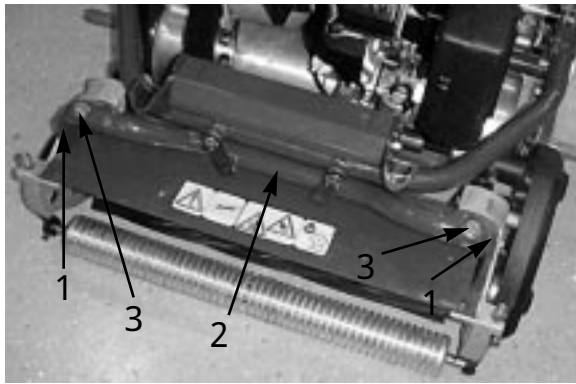

図 12
4. カッティングユニットのピボット・アームを走行ユニットのフレーム・チューブに固定しているキャップスクリュー（2 本）を取り外す（図 12）。
- 5 . ピボット・アームを前に倒し（図 12）、走行ユニットをキック・スタンドに立てかける。
- 6 . カuttingユニットを 5 cm くらい引出し、次に右に引き出してトランスミッションのカップリングを外す（図 12）。